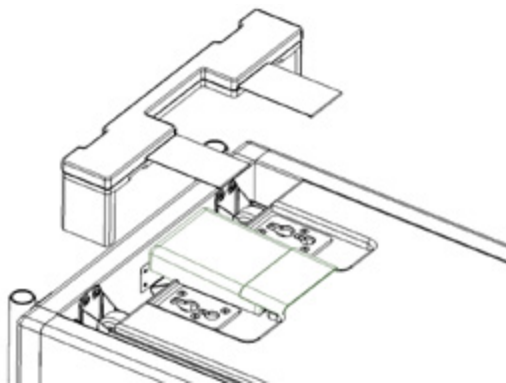

Fig. 20
3. Far rotolare il carrello verso l'estremità della testa del telaio. Una volta raggiunta quest'area, calare il gruppo Mat Caster Cover tra il telaio e il carrello. Questo fungerà da fermo per il carrello e coprirà i caster (vedere fig. 20). Le linguette andranno al di sopra delle piastre per le spalle, quando i poggiaspalle sono rimossi.